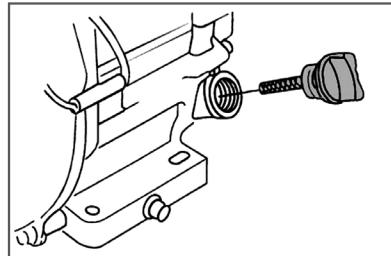

Рис. 4 Крышка-щуп маслозаливной горловины
- Открутите крышку-щуп маслозаливной горловины и извлеките щуп (Рис. 4).
2. Выкрутите крышку-щуп маслозаливной горловины и извлеките щуп (Рис. 4).